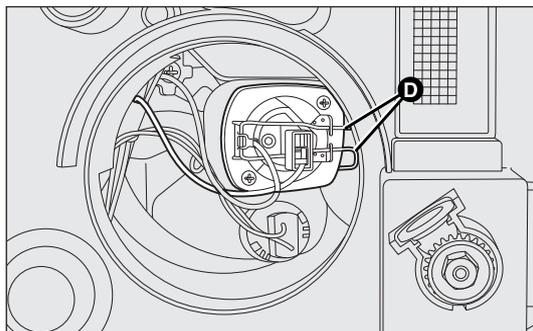

fig. 154
- décrocher les ressorts de butée d'ampoule D-fig. 154 ;